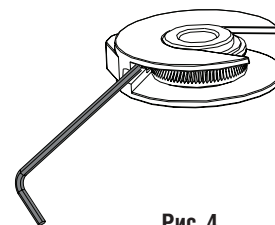

Рис. 4
- Поворачивая винт точной настройки (рис. 4), откорректируйте закрытое положение ворот.